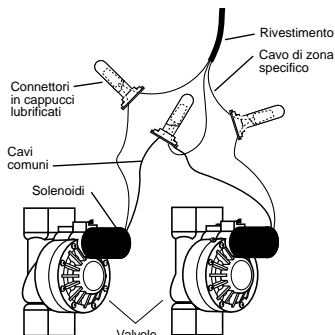

FIGURA 7: Collegamento dei fili del programmatore alle valvole
- Ogni valvola è dotata di due fili (fase e neutro), uno dei quali dev'essere collegato come neutro. I neutri di tutte le valvole possono essere collegati assieme ad un neutro comune facente capo al programmatore. Gli altri fili delle valvole devono essere collegati al filo della stazione di comando della valvola corrispondente [vedere Figura 7].